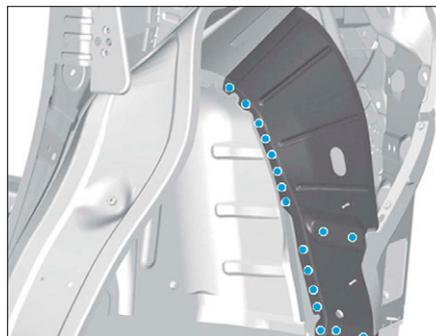

FIG. 200
- Meuler les points bouchons MAG en (2).
- Souder par points électriques (Fig.200).